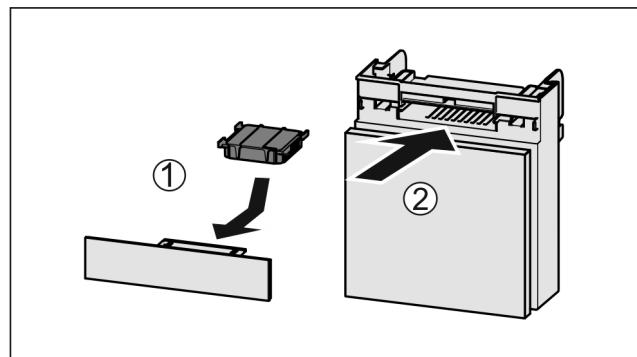

Fig. 119
- Вставити фільтр з активованого вугілля за малюнком Fig. 119 (1).
- Вставити відділення Fig. 119 (2).